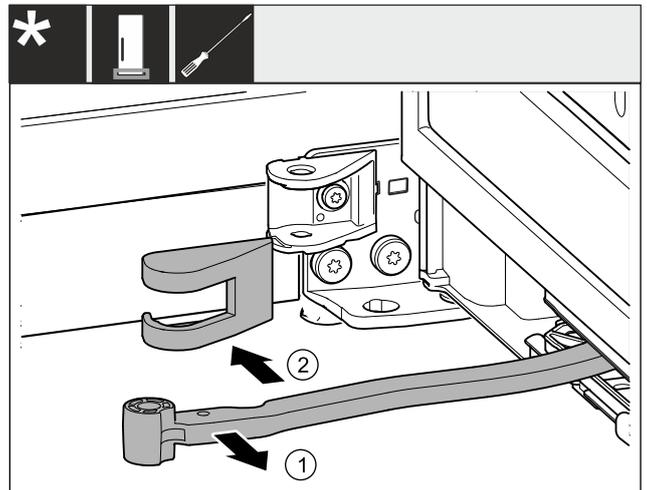

Fig. 7
► Gelenk in Richtung Tür drehen. *Fig. 7 (1)*
► Lagerbockabdeckung entfernen. *Fig. 7 (2)*